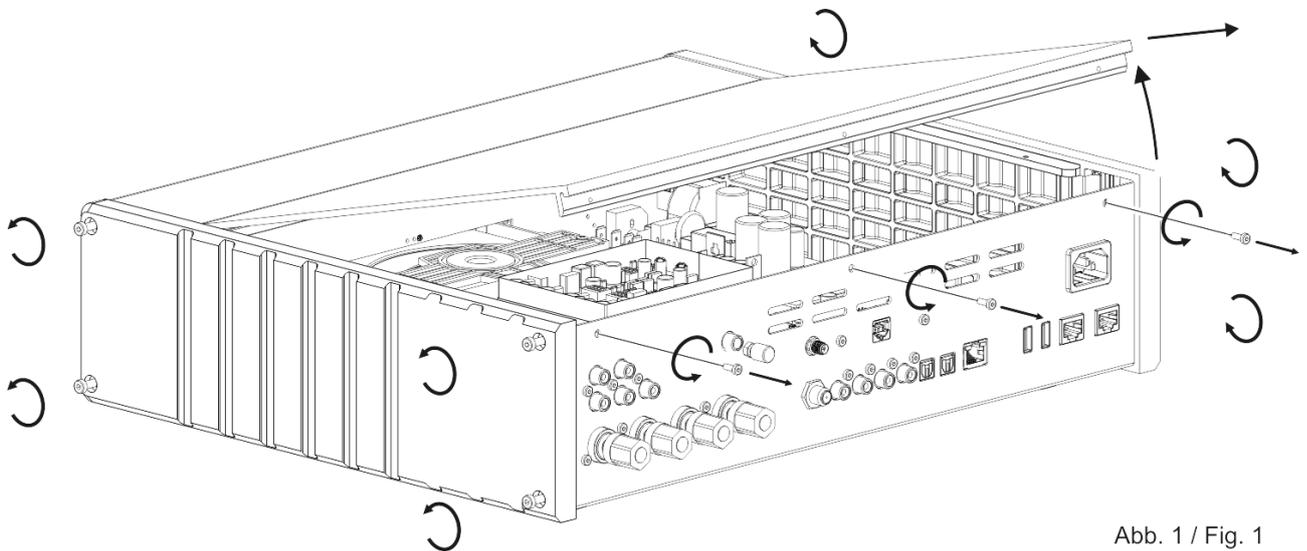

Abb. 1 / Fig. 1
- Zum Öffnen des Gehäuses, entfernen Sie wie in Abbildung 1 gezeigt die drei Schrauben des Deckels und lösen Sie die Schrauben der Seitenwangen.
- The first step in opening the case is to remove the three top cover screws as shown in Fig. 1, and loosen the screws in the side panels.